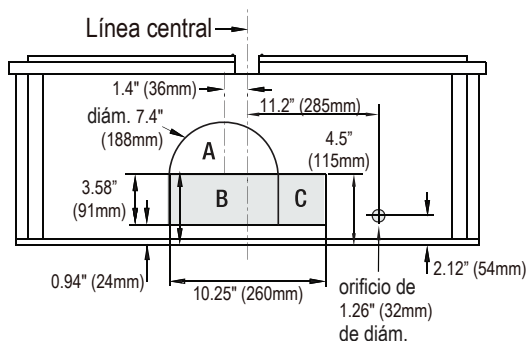
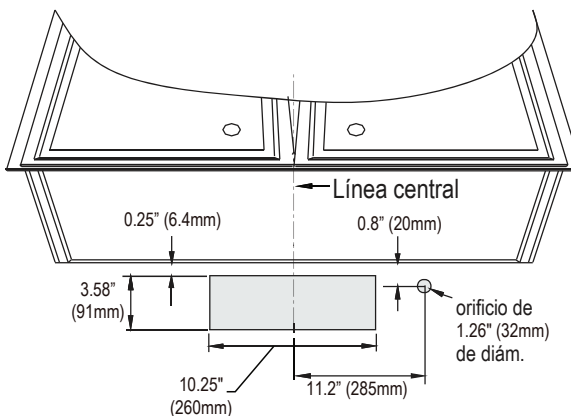

Fig. 3: Opción para ventilación superior
Fig. 4: Opción para ventilación posterior
- a. Determine si su sistema de ventilación existente es de ventilación en la parte superior o posterior, y asegúrese de que las aberturas en la alacena o en la pared para el regulador y para la alimentación eléctrica estén en un lugar adecuado y sean del tamaño apropiado, de acuerdo con la Fig. 3 si es ventilación superior, y con la Fig. 4 si es ventilación posterior. Para la ventilación en superior (Fig. 3), si utiliza un regulador redondo, la abertura debe ser A y B, únicamente. Si utiliza un regulador rectangular, la abertura debe ser B y C, únicamente.